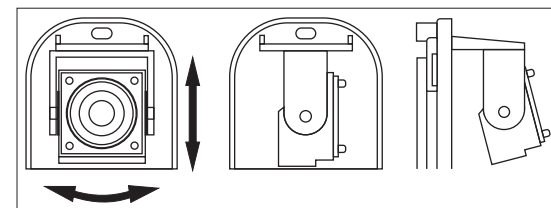

Figura 3
- Direcione a lente da unidade TX para a unidade RX através dos ajustes vertical e horizontal (Figura 3);
- Direcione a lente da unidade RX para a unidade TX através dos ajustes vertical e horizontal (Figura 3);